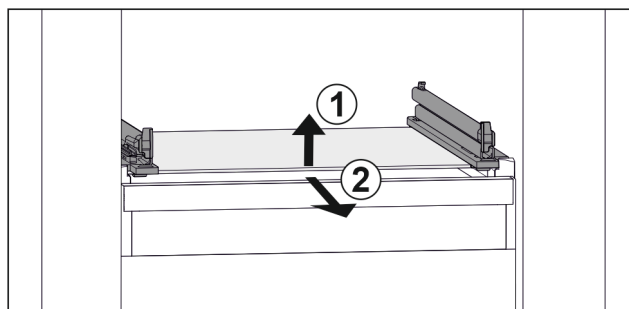

Fig. 108 Примерно изображение на стъклената плоча
- Повдигнете стъклената плоча отпред. Fig. 108 (1)
- Извадете стъклената плоча напред. Fig. 108 (2)